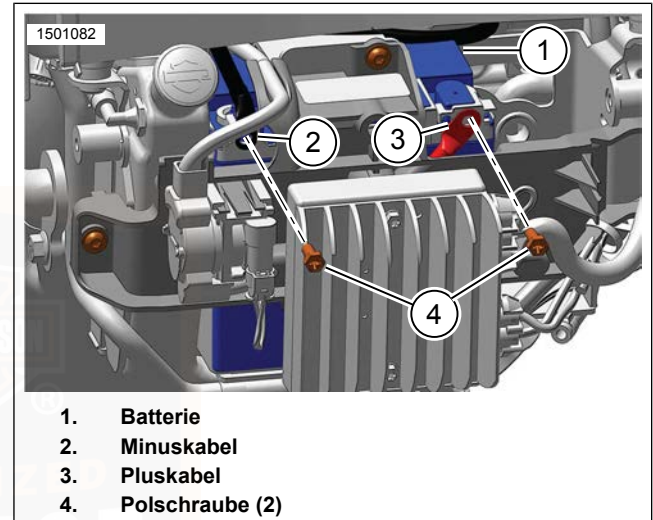
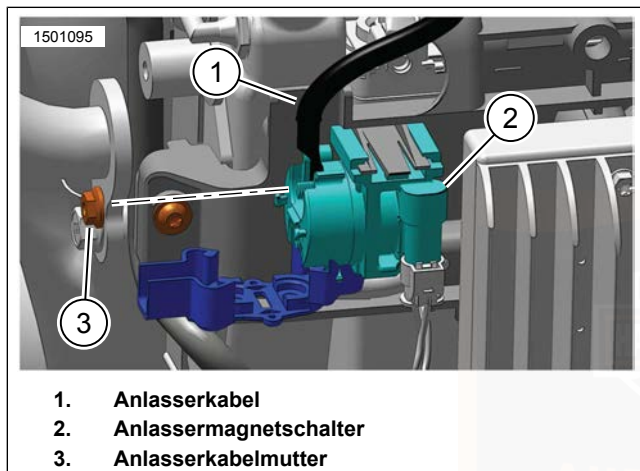

Abbildung 77. Batterie
Abbildung 78. Anlasserkabel
2. Siehe Abbildung 77. Das Batterieminuskabel (2) von der Batterie (1) abklemmen.
3. Das Batteriepluskabel (3) von der Batterie abklemmen.
4. Siehe Abbildung 78. Das Anlasserkabel (1) vom Anlassermagnetschalter (2) abklemmen.
4. Siehe Abbildung 77. Das Batteriepluskabel (3) an die Batterie anschließen. Festziehen.
6. Siehe Abbildung 78. Das Anlasserkabel (1) an den Anlassermagnetschalter (2) anschließen. Festziehen.